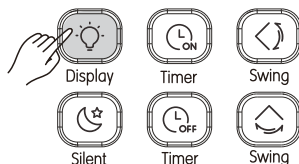

Abb. 3.13
- 1) Wenn sich die Fernbedienung im Ein- oder Aus-Status befindet, drücken Sie  (siehe Abb. 3.13) und die Anzeige des Innengeräts leuchtet auf;